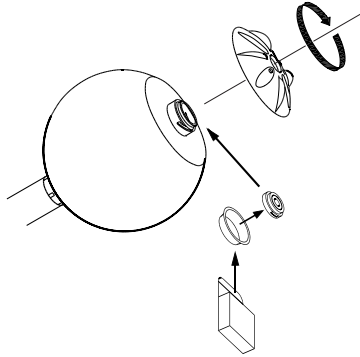

Abb. 8: Einsetzen des Sensor-Einsatzes am DO 2
- den Sensor-Einsatz, wie in Abb. 8 gezeigt, in die Schwimmkugel einsetzen (den Sensor-Einsatz mit den beiden Zapfen an der Unterseite in die entsprechenden Löcher am Transmitter einsetzen).
- ▶ den alten Sensor-Einsatz entfernen (siehe Abb. 5 oder Abb. 8)
- ▶ einen neuen Sensor-Einsatz einsetzen (siehe Abb. 5 oder Abb. 8) (den Sensor-Einsatz mit den beiden Zapfen an der Unterseite in die entsprechenden Löcher am Transmitter einsetzen.)